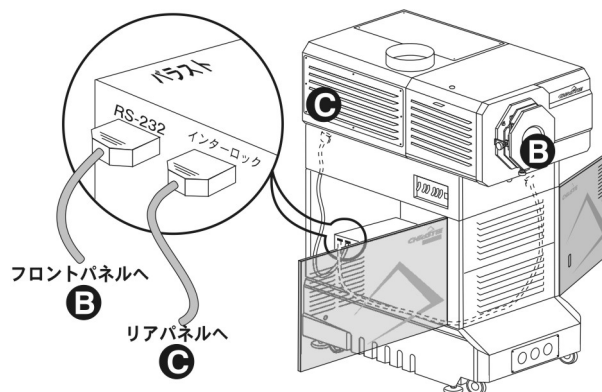

図 2-6 バラスト部 RS-232 およびインターロックをプロジェクションヘッド部に接続する
3. バラスト部の「RS-232」ケーブル：プロジェクションヘッド部の前部下側にある小さな長方形のアクセスホールを経由して、バラスト部の「RS-232」ケーブル 34-002075 をパネル B (9 ピン) に接続します (図 2-6)。パネル B の二番目のコネクタは、パネル C にあらかじめ接続されています。三番目のコネクタは機能のないスペアです。
4. バラスト部のインターロックケーブル：プロジェクションヘッド部の後部下側にある小さな長方形のアクセスホールを経由して、バラスト部のインターロックケーブル 34-002007 をパネル C (9 ピン) に接続します (図 2-6)。パネル C の二番目のコネクタは、パネル B にあらかじめ接続され、残りの三番目のコネクタは機能のないスペアです。